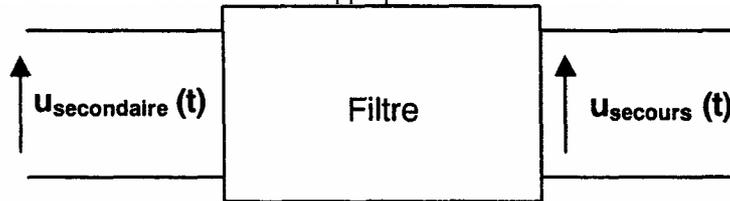

Figure 5
A.4 Filtrage de la tension $u_{\text{secondaire}}(t)$ (voir Figure 5)